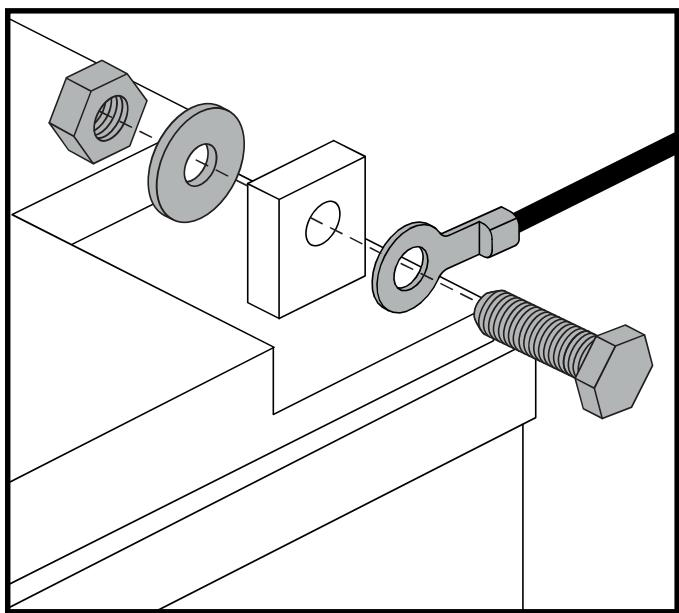

Figura 15. Bulloneria terminale batteria -
4. Collegare i cavi delle batterie dai terminali portando indietro gli involucri dei terminali e svitando il dado dal bullone. Vedere figura 15 e 16.